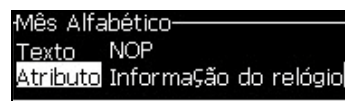

Figura 5-21: Editar o código
- 5 Edite o código para *Mês alfabético* (veja Figura 5-21). Consulte a seção “Definir informação do relógio” na página 5-39 e a Tabela 5-13 na página 5-39 para obter mais informações.